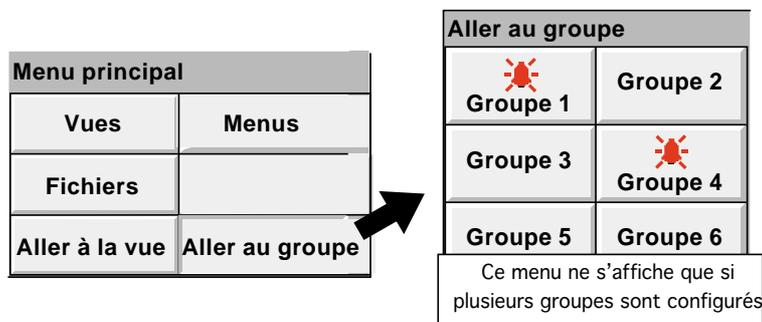

Figure 3.2.1b Menu principal avec sous-menu Aller au groupe
**Aller au groupe** Permet de sélectionner un groupe à afficher. Les groupes qui ne sont pas validés dans le menu 'Config/ Affichage' pour l'affichage sont grisés. La cloche d'alarme apparaît (comme montré pour les groupes 1 et 4 en figure 3.2.1b ci-dessous) dans tout groupe possédant au moins un point en alarme. La cloche clignote si au moins une alarme n'est pas acquittée. Lorsque l'option groupe n'est pas présente, ce menu n'apparaît pas.